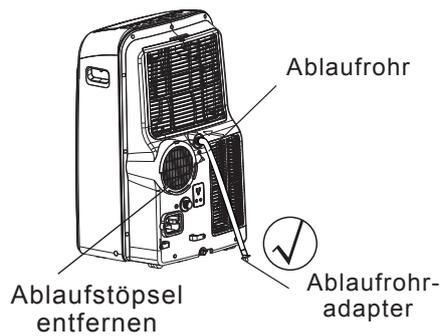
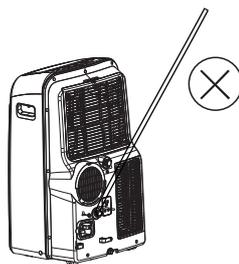

Abb. 20a
Abb. 21b
- Im Entfeuchtungsmodus entfernen Sie den Kondensatablaufstöpsel an der Rückseite des Geräts. Schließen Sie einen 3/4" Schlauch an den Kondensatablaufadapter (5/8" Anschluss, Innengewinde) an. Bei Modellen ohne Anschlussstück schließen Sie den Ablaufschlauch direkt an die Öffnung an. Legen Sie das offene Ende des Schlauchs direkt über einem Ablauf Ihres Fußbodens (Abb. 20a).
WICHTIG: Vergewissern Sie, dass der Schlauch keine Lecke hat. Legen Sie ihn über einem Ablauf und vergewissern Sie, dass es keine Falten gibt, die den Wasserstrom verhindern könnten. Legen Sie das Schlauchende über dem Ablauf, indem Sie es vertikal aufstellen (Abb. 20a, 20b, 21a). Das Schlauchende nicht aufheben (Abb. 21b).